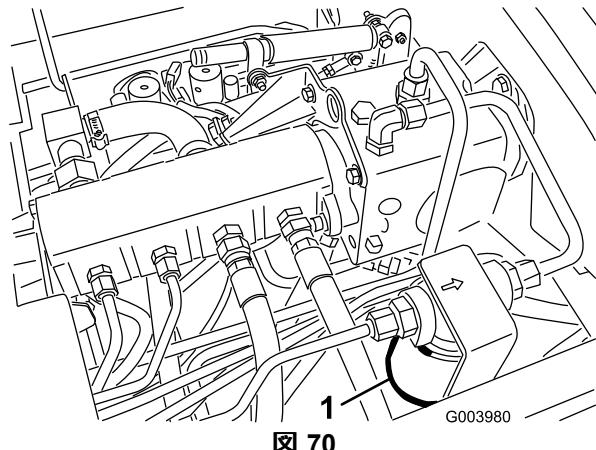
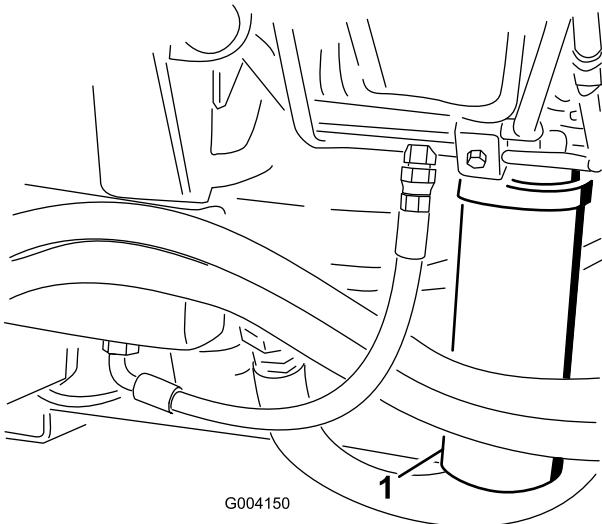

図 70
図 71
2. フィルタ取り付け部付近をきれいに拭い、下に容器を置く図70と図71。